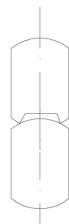

Рисунок 3.
1.4. Для обеспечения плотности примыкания по длине, в брёвнах должен быть выбран продольный паз . Ширина паза в наружных стенах сруба должна быть не менее 120 мм. Во внутренних стенах и брёвнах, длина которых более 6м, ширина паза допускается 100 мм. Внутренняя поверхность паза должна повторять форму накрываемого бревна и быть аккуратно обработана без запилов и отщепов (см. Рис. 3). «Поднурение» внутри паза должно быть в пределах 10-15 мм.